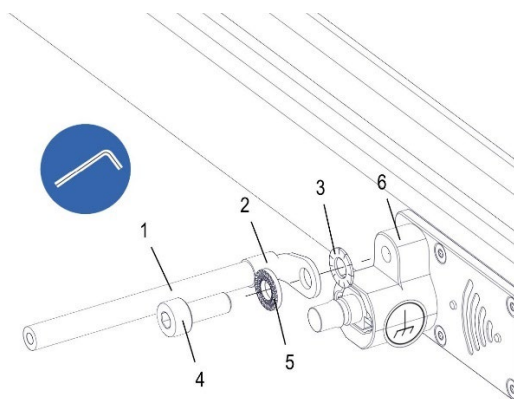

Abb. 135: Potentialausgleichsleitung an Einspeisesegment der Datenschiene montieren
- Das Einspeisesegment der Datenschiene hat einen Potentialausgleichsanschluss (6). An diesen die vercrimte Potentialausgleichsleitung (1 und 2) mithilfe der Verschraubungen, bestehend aus Zylinderschraube M4 (4), Sperrkantscheibe (5) und Fächerscheibe (3), mit einem Innensechskantschlüssel 3 mm verschrauben (siehe Abb. 135).